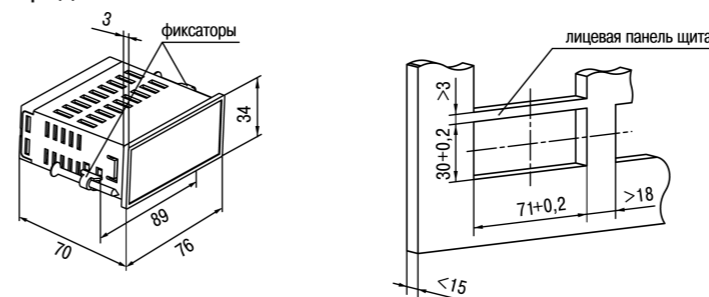

Рисунок 2 – Габаритные размеры корпуса ЩЗ
1. Подготовить на щите управления монтажный вырез для установки прибора (см. рисунок 2).